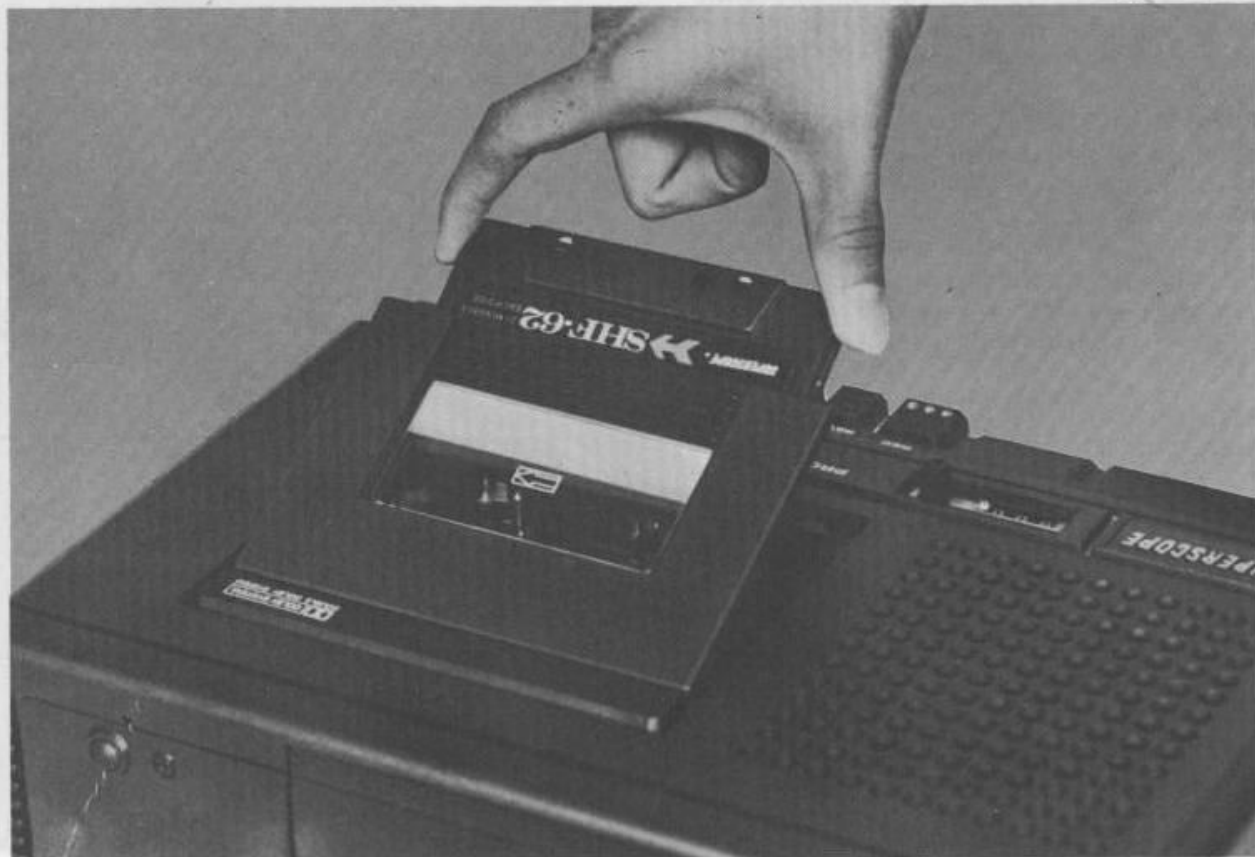

Figure 4. Installation de la Cassette
2. Placez cassette dans le compartiment avec la bande visible et du côté gauche de l'appareil. (voir Figure 4).